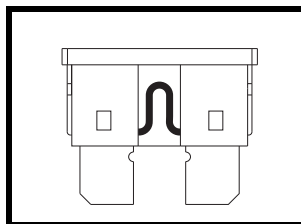

Abb. 25. Betriebsfähige Sicherung
2. Sicherung auf Durchbrennen überprüfen. Siehe **Abb. 25 und 26**.